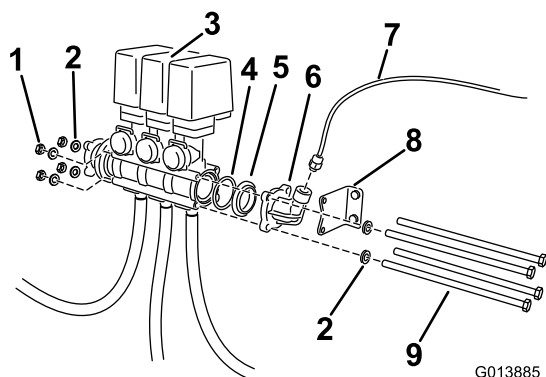

Figure 5
- Desserrez les longs boulons et les fixations du bloc de vannes (Figure 5).
4. Déposez la prise de manomètre et l'adaptateur mâle à mâle (Figure 5).